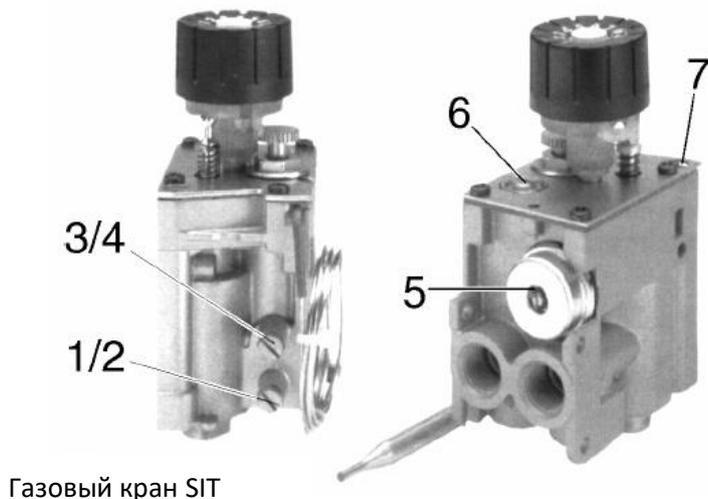

Рис. 19
- Винтом **6** (рис. 19) установите минимальное давление в соответствии с таблицей 4, стр. 20. Вращение винта по часовой стрелке снижает интенсивность горения, против часовой стрелки – увеличивает.
▲ **Важное замечание для настройки минимальной мощности при работе на пропане (G30). Винт малого расхода (поз. 6 на рис. 19) полностью завинтите. Это позволит установить оптимальное давление для данного вида газа.**
Пламя пилотной горелки должно быть достаточным, чтобы нагревать термопару и обеспечивать надежный поджиг основной горелки. Если размер пламени недостаточен для нагрева термопары или поджига горелки, жиклер запальника должен быть очищен или заменен. Слишком большое пламя пилотной горелки можно уменьшить винтом 7 (см. рис. 19). При регулировке поворачивайте винт минимум на один оборот.